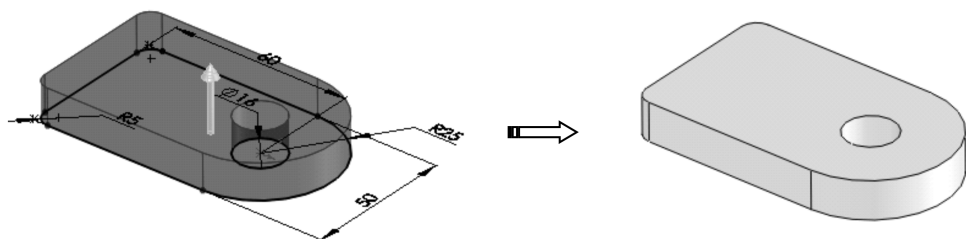

图 1-74 创建底座
- 03 退出草图模式后,以默认拉伸方向创建出深度为【12】的底座特征,如图 1-74 所示。